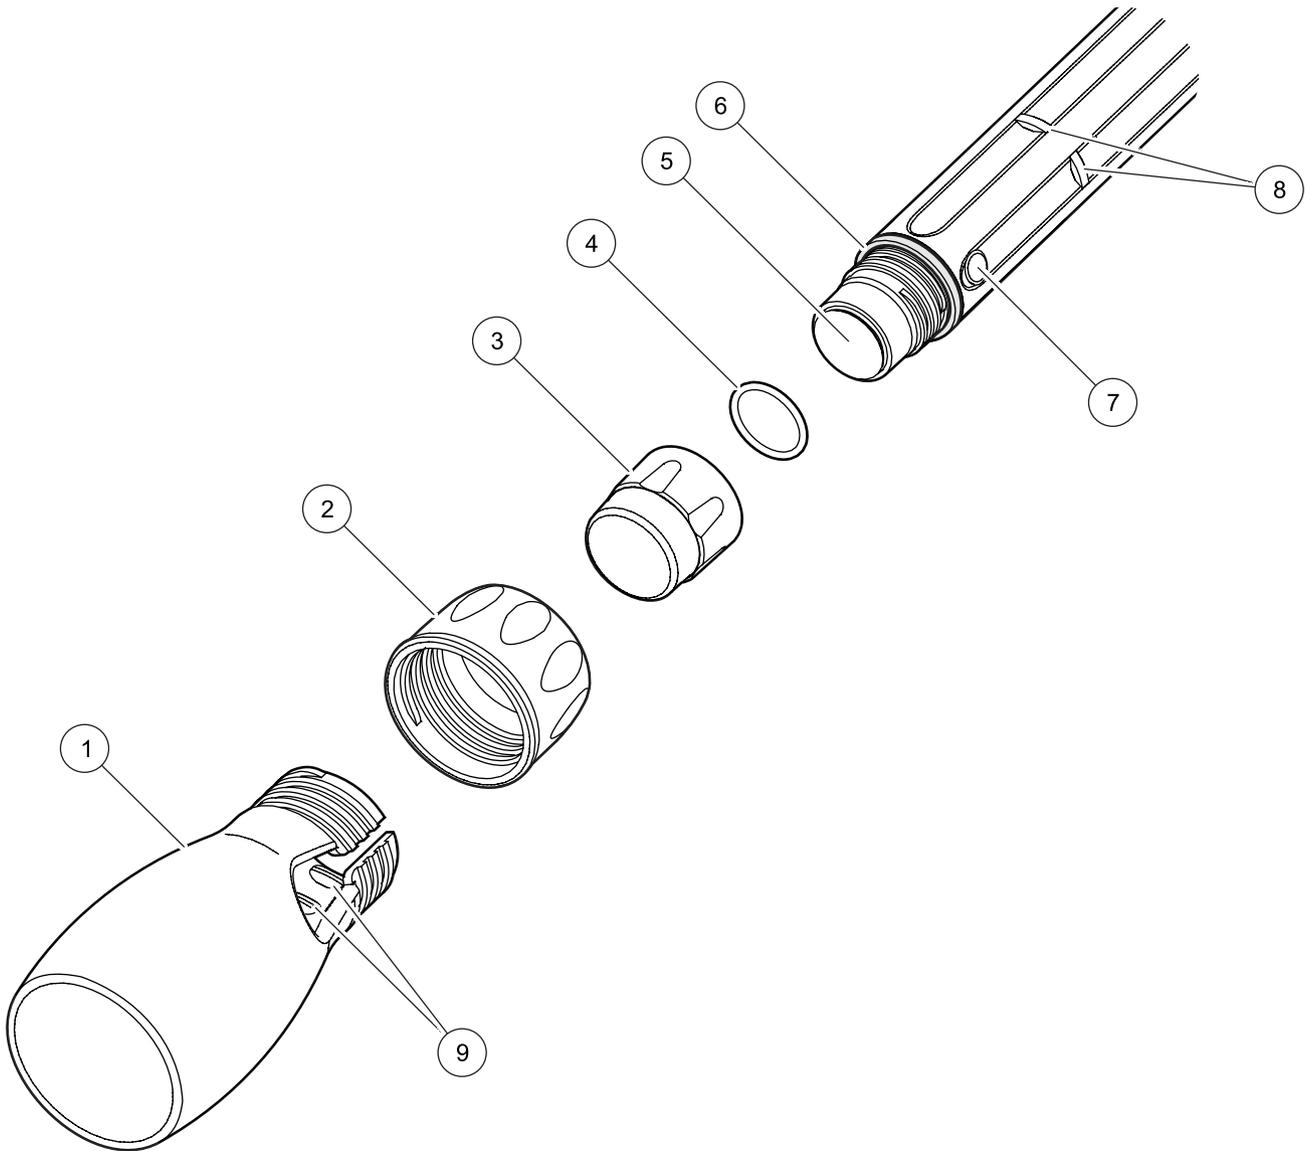

Abbildung 2 Ansicht der Komponenten des Sensorendes
1. Halten Sie die Schutzabdeckung (Abbildung 2, Komponente 1) fest und schrauben Sie die Überwurfmutter ab.
2. Ziehen Sie die Schutzabdeckung sowie die Überwurfmutter (Abbildung 2, Komponente 2) vom Sensor ab.
1. Schieben Sie zuerst die Überwurfmutter (Abbildung 2, Komponente 2) auf den Sensorschaft mit dem Gewinde zur Schutzabdeckung hin ausgerichtet.
2. Schieben Sie dann die Schutzabdeckung (Abbildung 2, Komponente 1) auf den Sensorschaft. Drehen und bewegen Sie nun die Schutzabdeckung hin und her, so dass sich die Verschlussrippen (Abbildung 2, Komponente 8) auf dem Sensorschaft zwischen den Nuten der Schutzabdeckung befinden (Abbildung 2, Komponente 9).
- Nach Gebrauch überprüfen Sie die Sensorkappe (Abbildung 2, Komponente 3) visuell. Benutzen Sie zur Reinigung der Sensorkappe optische Tücher oder einen Baumwollappen mit Seifenwasser. Spülen Sie mit frischem Wasser.
- Wenn die Sensorkappe durch den O-Ring (Abbildung 2, Komponente 4) richtig abgedichtet ist, darf sich kein Wasser zwischen der Sensorkappe und dem Messfenster (Abbildung 2, Komponente 5) am Kopf des Sensors befinden. Falls Wasser vorhanden sein sollte, entfernen Sie die Kappe und trocknen Sie die Innenseite der Kappe und des Messfensters sorgfältig ab. Die Kappe muss evtl. ersetzt werden (Bestell-Nr. 58112-00).